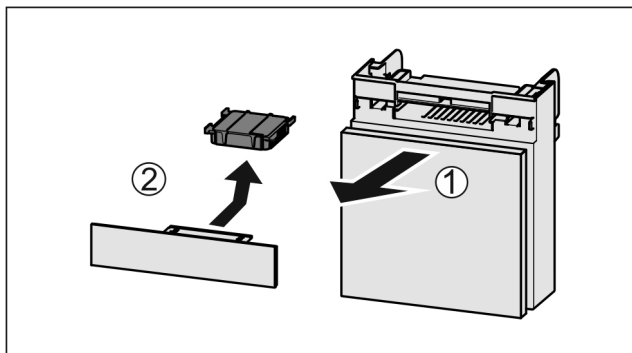

Fig. 136
- ▶ Издърпайте Fig. 136 (1) напред от отделениято.
- ▶ Извадете Fig. 136 (2) филтъра с активен въглен.